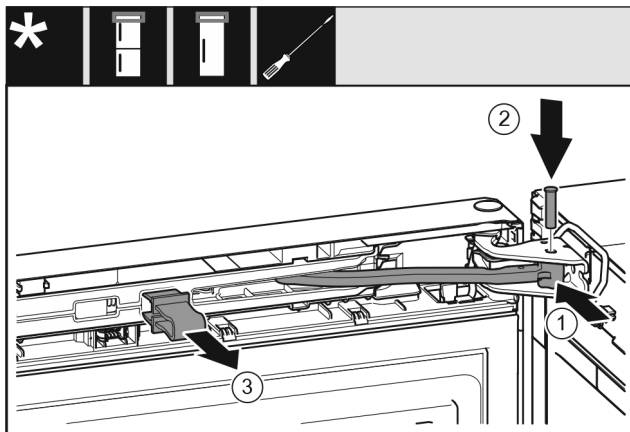

Fig. 21
- ▶ Rrotulloni menteshën në drejtimin e bazamentit mbështetës. Fig. 21 (1)
- ▶ Futni bulonat në bazamentin mbështetës dhe në menteshë. Këtu bëni kujdes që gungat e kapjes të futen saktësisht në kanale. Fig. 21 (2)
- ▶ Hiqni siguresën. Fig. 21 (3)